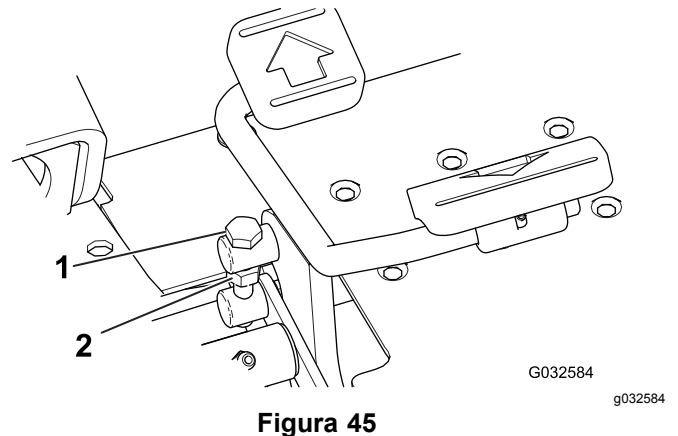

Figura 45
1. Afloje la contratuerca del perno de tope, situado en el lateral del pedal de tracción (Figura 45).